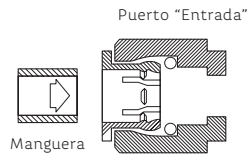

Figura 13.
8. Introduce la manguera dentro del puerto "Entrada" de agua del Purificador (ver Figura 13).